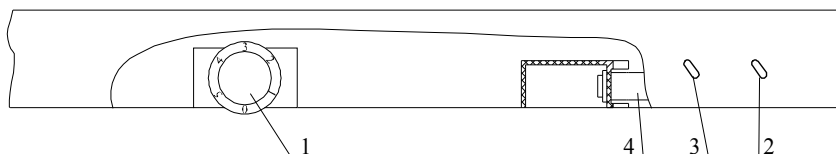

Рис.2. Схема расположения приборов управления и сигнализации
7.2. Подключение морозильника к электрической сети осуществляется штепсельной вилкой сетевого шнура. В момент пуска и остановки мотор-компрессора возможно незначительное содрогание корпуса морозильника. Загоревшаяся зеленая индикаторная лампа (рис.2) на панели свидетельствует о том, что морозильник включен в электросеть. Желтая индикаторная лампа горит при работе морозильника в режиме замораживания. Индикаторные лампы загораются в течение 10 секунд.
Если Вы хотите сократить время замораживания продуктов, то можете использовать режим замораживания. Режим замораживания включается нажатием клавиши переключателя 4 (рис.2) «от себя». При этом загорается индикаторная лампа 3 (рис.2).